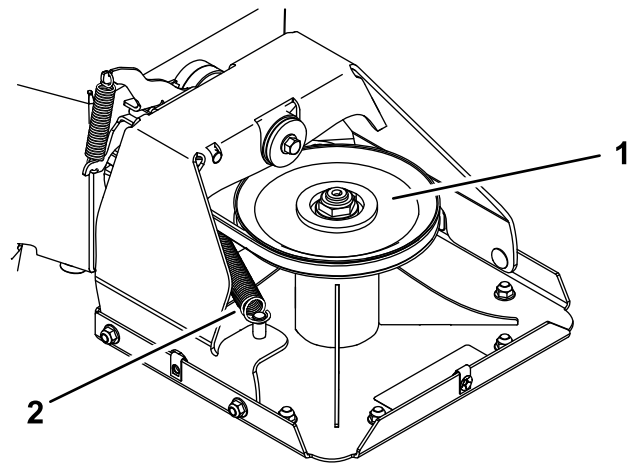
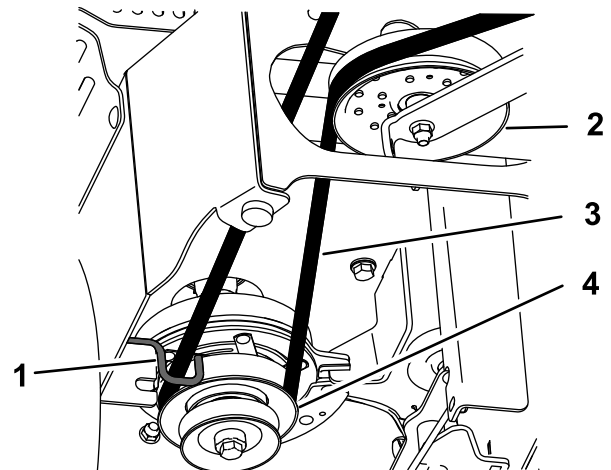

Figura 32
Figura 33
- Desconecte el muelle de extensión (Figura 32).
- Pase la correa nueva alrededor de la polea del embrague, a través de la guía de la correa, por la polea tensora, y alrededor de la polea de la carcasa (Figura 32 y Figura 33).
- Instale el muelle de extensión (Figura 32).